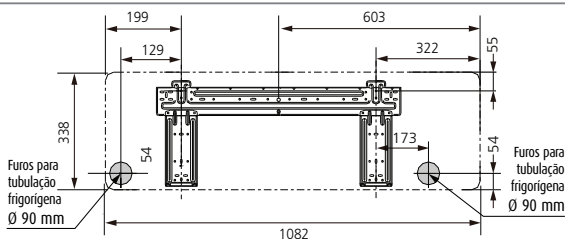

FIG. 11 - PLACAS DE MONTAGEM
Veja na Fig. 11 as dimensões para furação da tubulação de interligação conforme cada capacidade.
- Fixe o suporte à parede com parafusos autoatarraxantes através dos furos próximos à borda externa dele como mostrado na Fig. 11 (Coloque parafusos em todos os furos superiores).